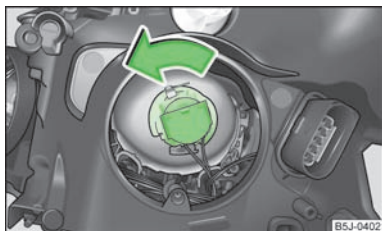

Fig. 145
- Girar el conector con la bombilla hasta la tope en el sentido contrario al de las agujas del reloj » fig. 145 y retirarlo.